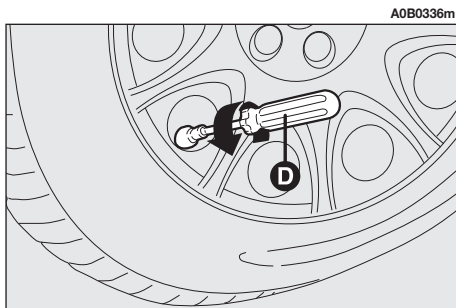

fig. 15
3) Svitare il cappuccio della valvola del pneumatico, estrarre l'elemento interno valvola mediante l'utilizzo dell'attrezzo (**D-fig. 15**), avendo cura di non appoggiarlo su sabbia o sporco.